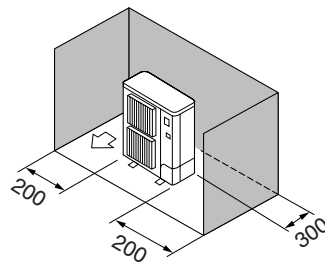

Fig. 3-7
- ③ Окружающие предметы - только сзади и с боковых сторон (Fig. 3-7)